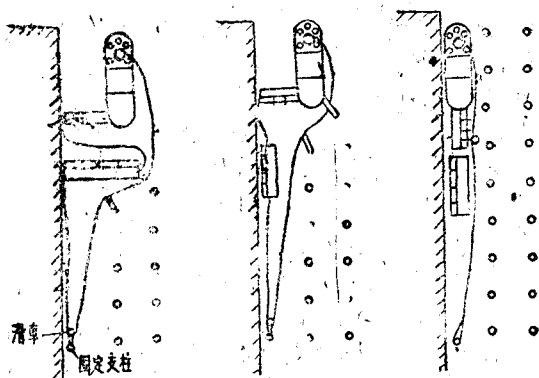

图 1
1. 傾斜 $10\sim 15^\circ$ ，一次直截盘的方法(見图1)：